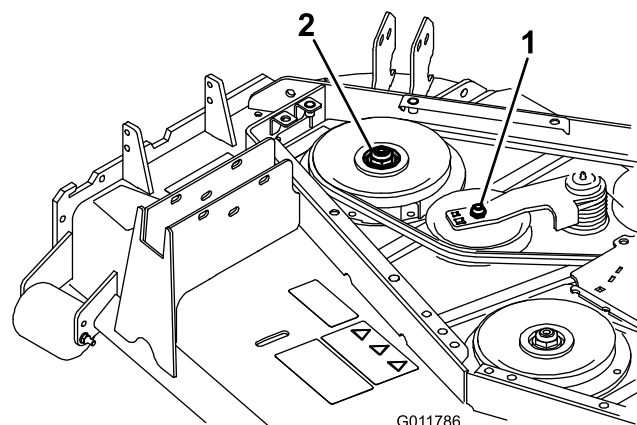

Figura 9
10. Con un cricchetto da 1/2 poll., una chiave dinamometrica o un attrezzo simile, allontanate la puleggia tendicinghia dalla cinghia di trasmissione per allentare la tensione della cinghia e staccarla dalla puleggia del mandrino a destra (Figura 9).
11. Togliete il dado che fissa la puleggia del mandrino a destra sul mandrino stesso (Figura 9). Rimuovete la puleggia e la rondella.